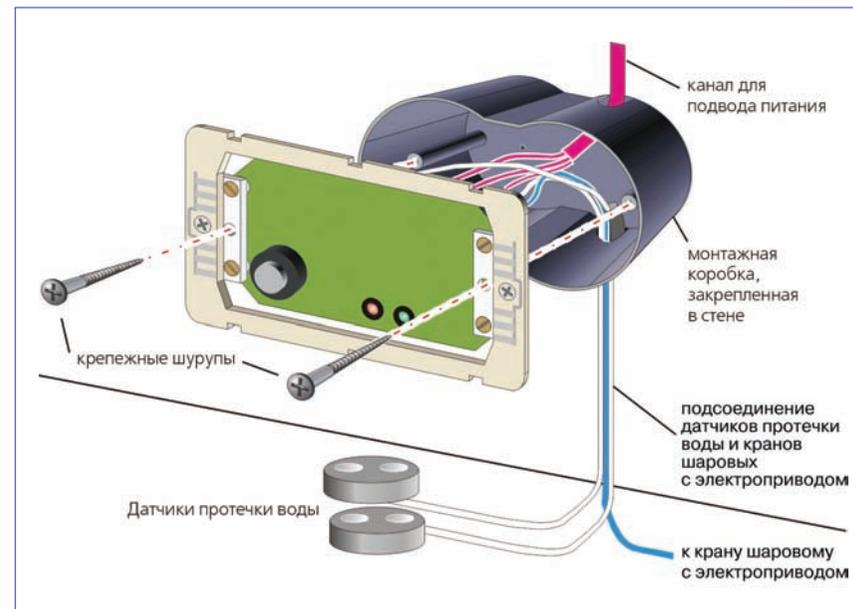

Рис. 9 Установка контроллера СКПВ220В-стандарт в монтажную коробку.
- установите и закрепите монтажную коробку в стене (см. рис. 9)